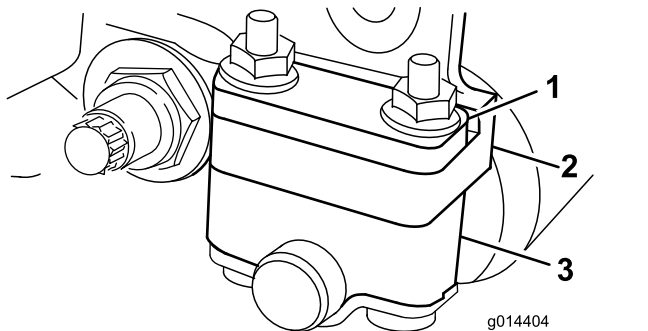
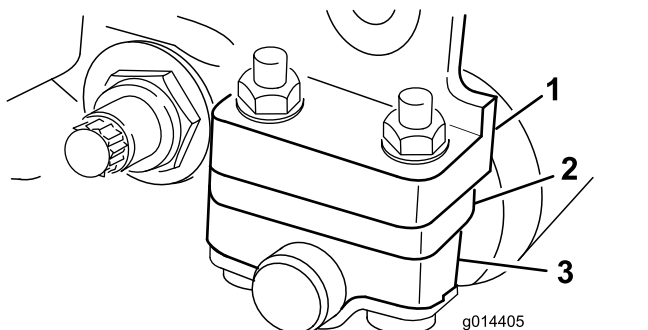

Figura 10
Figura 11
Dependendo do intervalo de altura de corte desejado, ajuste os suportes do rolo traseiro (Figura 10 ou Figura 11) para a posição inferior ou superior:
- Posicione o espaçador acima da flange de montagem da placa lateral (definição de origem) se as definições da altura de corte variarem entre 1,5 e 6 mm, como se mostra na Figura 10.
- Posicione o espaçador abaixo da flange de montagem da placa lateral quando as definições da altura de corte variarem entre 3 e 25 mm, como se mostra na Figura 11.
4. Coloque os distanciadores nos parafusos acima ou abaixo dos suportes do cilindro, consoante o necessário (Figura 10 ou Figura 11).